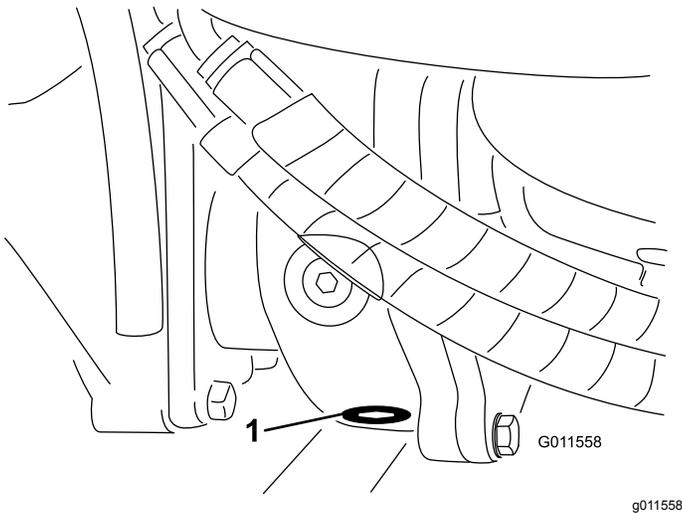

Bild 72
5. Reinigen Sie den Bereich um die Ablassschraube an der Unterseite des Getriebes (**Bild 72**).